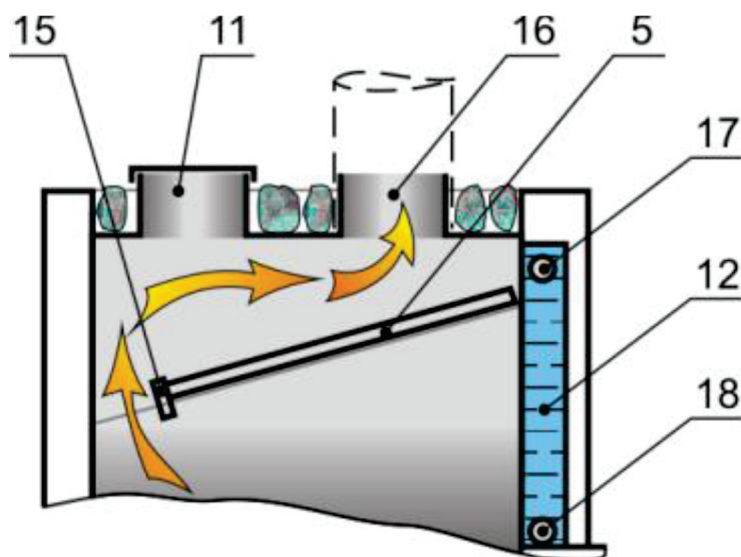
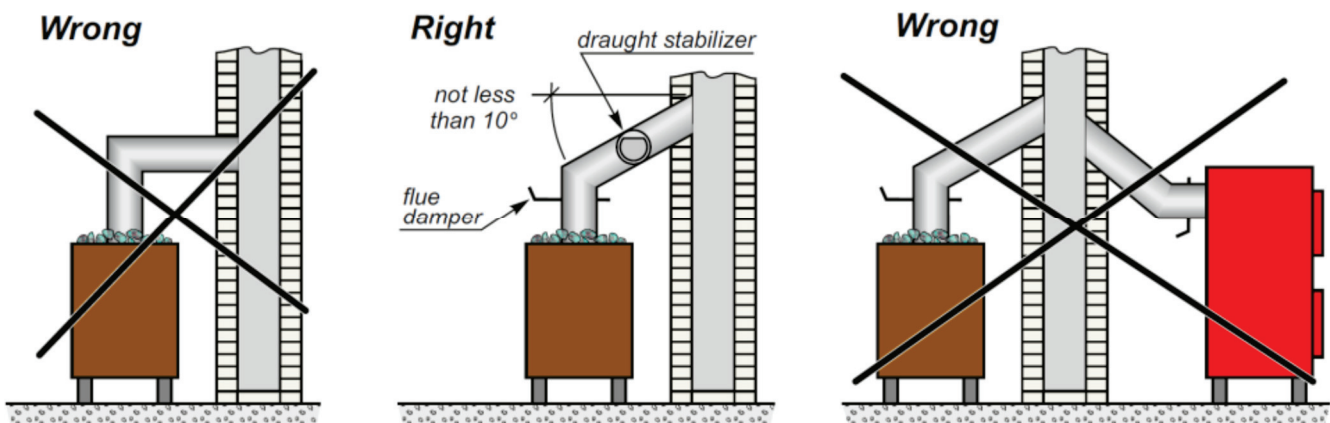

Bild 2 - Oberer Ofenquerschnitt
Bild 7 - Anschluss des Ofens an den Schornstein
Die Luftzufuhr zur Brennkammer (4) wird durch die Aschekastenschublade (14) geregelt. Der Kaminofen hat eine Warmwassertasche (12), die für die Aufbereitung von Warmwasser bestimmt ist. Die Kammer kann durch Rohre (siehe Bild 2) (17, 18) von der linken oder rechten Seite (siehe Bild 7) an den geöffneten Warmwassertank angeschlossen werden. Der Ofen kann ohne Wasser befeuert werden, in diesem Fall müssen die Anschlussstutzen der Rohre geöffnet werden. Auf die Heizfläche des Ofens (5) kann eine große Anzahl von Steinen gelegt werden. Die heißen Steine sorgen für eine konstant hohe Temperatur in der Sauna und sind effiziente Dampferzeuger. Um die Anzahl der Steine zu erhöhen, empfehlen wir, mehr Steine um den Abzug (8) herum zu platzieren und sie mit einem Stahlnetz (9) zu befestigen.
Der Ofen hat zwei Abgasanschlüsse (11 und 16). Welcher Anschluss verwendet wird, wird bei der Installation entschieden. Je nach Lage des Schornsteins ist die Abschirmung (6) entsprechend zu positionieren (siehe Abbildung 2), und der freie Anschluss ist mit einer Abdeckung zu versehen. Die Blende sorgt für eine gleichmäßigere Erwärmung der Ofenflächen. Der Luftspalt (2) zwischen den beheizten Flächen und der Abschirmung (3) sorgt für einen guten Wärmeaustausch und eine schnelle Luftzirkulation in der Sauna.
Es besteht die Möglichkeit, die Öffnungsrichtung der Feuerraumtür (9) zu ändern. Die Tür wird von der linken Seite (siehe Bild 2, Abb. A) zur rechten Seite (Abb. B) bewegt indem man sie mit dem Griff (15) nach oben dreht oder umgekehrt.
- Beispiele für die Schornsteinkonstruktion und den Anschluss des Ofens an den Schornstein sind in Bild 7 dargestellt.